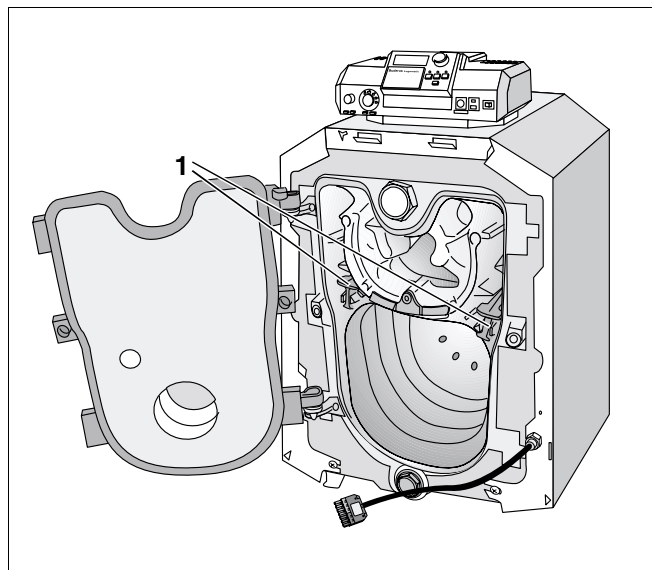

Fig. 34 Retardere i vandret position
Kontrollér retardernes position, før du tager anlægget i brug. De skal sidde vandret (fig. 34).
Korriger retardernes position (fig. 34, **pos. 1**):
- Træk retarderne (fig. 34, **pos. 1**) lidt ud af røgslagene.
- Stil retarderne (fig. 34, **pos. 1**) i vandret position (fig. 34).
- Skub retarderne (fig. 34, **pos. 1**) ind i røgslagene.